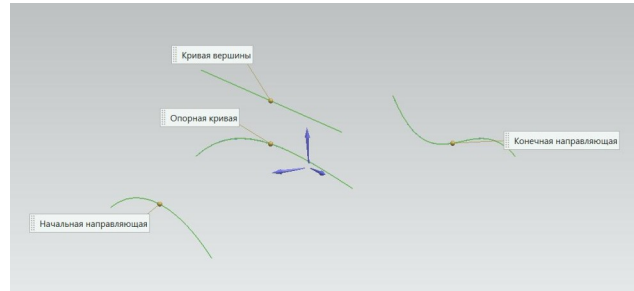
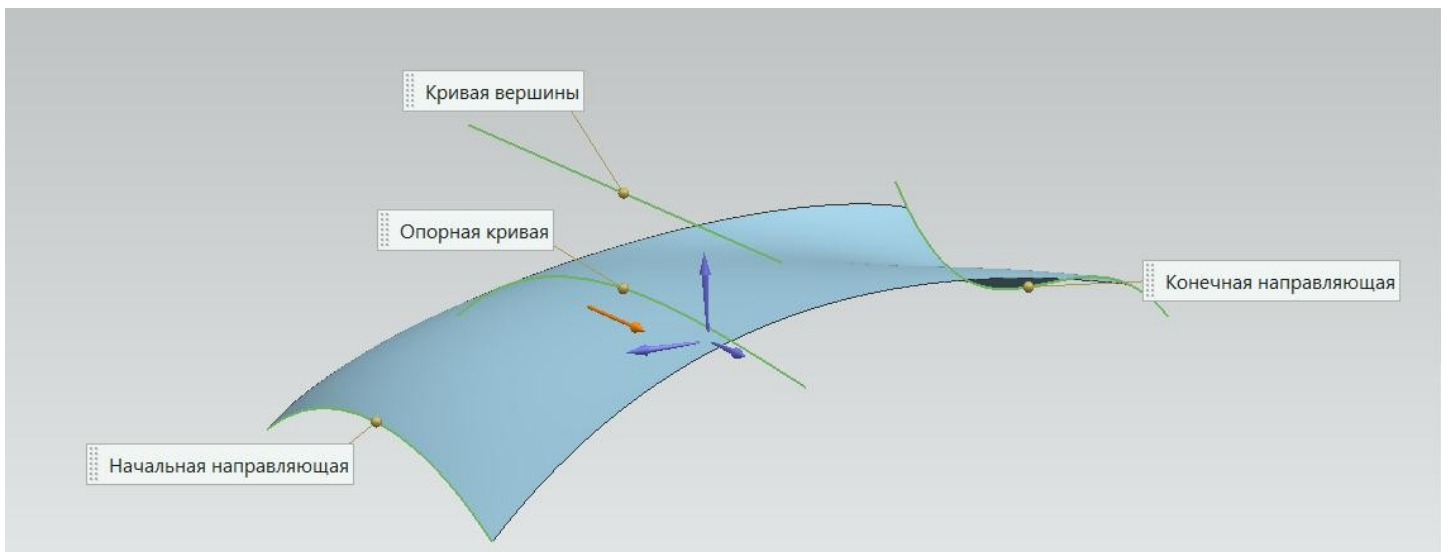

рис.32
Рис.33
- **Кривую вершины** (рис.32).
- Часто опорной кривой оказывается одна из вышеперечисленных исходных кривых. Поэтому на рис.32 *внутренняя* кривая одновременно является и *опорной* кривой.
рис.32а
- Воспользуемся **крайней слева** пиктограммой на рис.30 (рис.32а). В итоге получается коническая поверхность, представленная на рис.33.